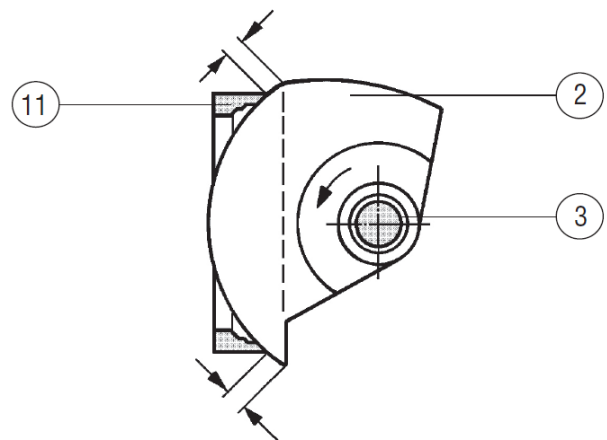

Рис. 5. Центровка сферической части шарового сектора при регулировке привода
При регулировке привода в закрытом положении сцентрируйте сферическую часть шарового сектора (2) относительно кольцевого седла (11), т.е., установите сектор в такое положение, при котором сферическая часть выступает одинаково с обеих сторон кольцевого седла (см. рис. 5).